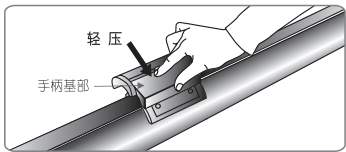

图 32
6. 为了更安全的通过手柄携带银幕，提起手柄前，用手向下压手柄基部面，确保手柄基部被锁扣扣紧。（如图 32）